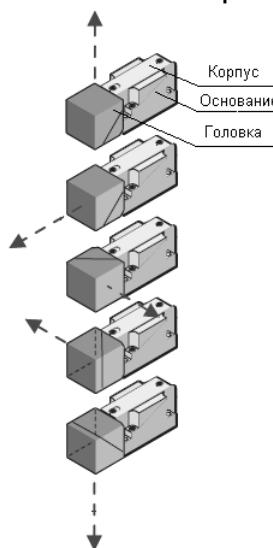

Рисунок 3 - Варианты установки головки
3.6 У выключателей П40-120 головка выключателя может устанавливаться в 5-ти различных положениях (Рис. 3), обеспечивая удобство применения.
5.1 У выключателей ВБИ-П40-120 для удобства монтажа головку выключателей можно установить в любом из 5-ти положений (Рис.3).